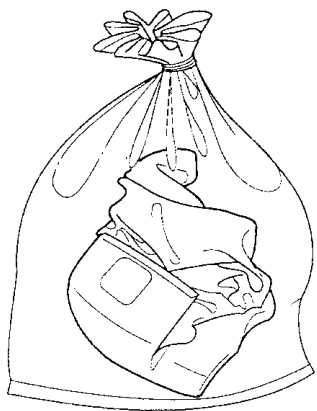

图 11-38 将处理的安全气囊装入袋中
11) 处理整个安全气囊。气囊没有任何零件可以重新利用。如图 11-38 所示，请将其放入一个结实的塑料袋中，并牢固地将其密封好。